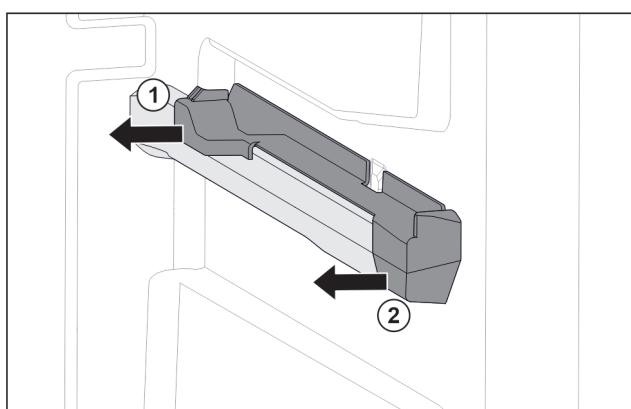

Fig. 77 Вставная часть на правом контейнерном ребре
► Отодвиньте вставную часть сзади в сторону. Fig. 77 (1)
► Отодвиньте вставную часть спереди в сторону. Fig. 77 (2)